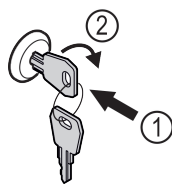

Fig. 180 Ενδεικτική απεικόνιση
- ▶ Πιέστε μέσα το κλειδί Fig. 180 (1).
- ▶ Περιστρέψτε το κλειδί 90° δεξιόστροφα Fig. 180 (2).